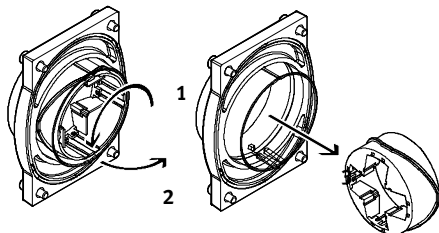

Fig. 10: Anzeigering entnehmen
2. Schwenken Sie den Anzeigering um 90 ° (siehe Fig. 10).
1. Stecken Sie den Anzeigering wieder in den Deckel der Sensorbox. Gehen Sie dabei in umgekehrter Reihenfolge wie bei der Demontage vor (→ auch Fig. 10).